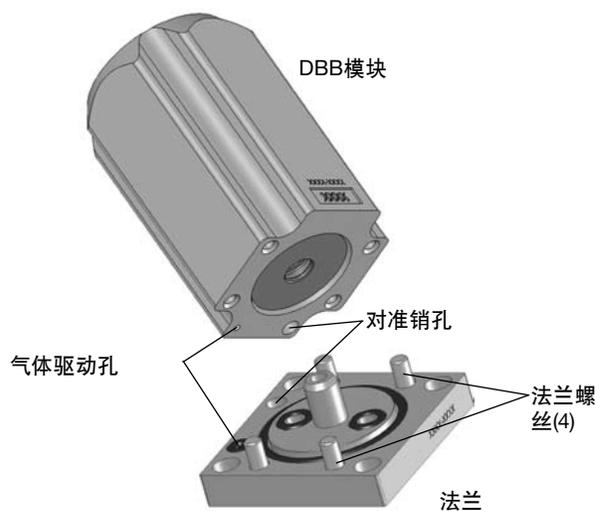

图6
3. 将新法兰上空气入口和对准销孔与位于DBB模块底部的对准。见图6。